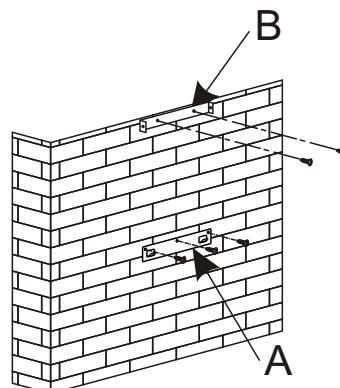

Fig. 1
(fig. 1)
- Percez les 3 trous de 8mm à l'emplacement adéquat et insérez les chevilles (pièce A fig. 1).
- Fixez le support de fixation de la hotte en veillant à ce qu'il soit parfaitement de niveau (pièce A fig. 1).
- Calculez la hauteur finale pour fixer l'étrier en U de support de la cheminée (pièce B fig. 1).
- Percez les 2 trous de 8mm et fixez l'étrier de support de la cheminée en faisant attention qu'il soit bien dans l'axe de la hotte (pièce B fig. 1).
— Calculez la hauteur finale pour fixer l'étrier de support de la cheminée (pièce B fig. 1).
— Percez les 2 trous de 8mm et fixez l'étrier de support de la cheminée en faisant attention qu'il soit bien dans l'axe de la hotte (pièce B fig. 1).